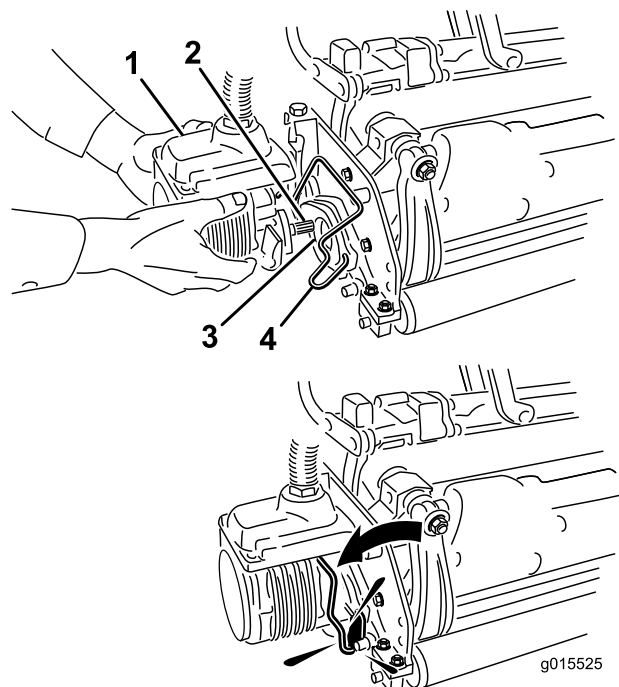

Figura 35
6. Revista o veio estriado do motor da unidade de corte com massa lubrificante limpa (Figura 35).
7. Insira o motor no lado esquerdo da unidade de corte (visto da posição do operador) e empurre a barra de retenção do motor na unidade de corte na direcção do motor até ouvir um “clique” de ambos os lados do motor (Figura 35).